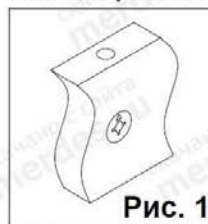

Рис. 1
1. Прикрутить к деталям 1 и 2 с внутренних сторон направляющие (7) в отверстия диаметром 5 мм, при помощи евроинтов (8). Затем к боковине 1 последовательно присоединить детали 3, 5, 2. Крепление производить при помощи евроинтов (2), (6) и шкантов (1). После этого к низу собранной конструкции прикрепить полку нижнюю 4 при помощи шкантов (1) и евроинтов (2). Далее положить конструкцию на стенку заднюю 3 и прикрутить к полке 4 с нижней стороны опоры (14) саморезами (18) из расчета два самореза на одну опору (14). Поставить конструкцию на опоры (14). Далее забить шканты (1) в соответствующие торцевые отверстия боковина 1 и 2 и вставить стяжки-растеск (3) в отверстия диаметром 15 мм расположенные на деталях 1 и 2. (см. рис. 1)
выступающая часть шканта составила примерно 20 мм. Далее вставить стяжки-растеск (3) (см. рис. 1) в отверстия диаметром 15 мм расположенные внизу с внутренней стороны детали 7, и забить шкант в соответствующее нижнее торцевое отверстие боковины 7. Соединить боковину 7 со столешницей 6. Фиксацию стяжек-растеск (3) произвести путем поворота их по часовой стрелке.
находиться сверху. Совместить отверстия на полке 18 с отверстиями деталей 17, 15, 14 зафиксировать полку 13 с использованием евроинтов (2). Далее забить шканты (9) в соответствующие отверстия расположенные на полке 13 так, чтобы выступающая часть шканта (9) составила примерно 20 мм. 5. Вставить стяжку-растеск (3) в отверстие диаметром 15 мм расположенное на стойке 17 (см. рис.1). забить шканты (1) в одно из торцевых отверстий стойки 15, и соединить детали 14, 17, 15 с полкой 13 (надеть эти детали на выступающие части шкантов (9)). Забить шканты (1) в соответствующие верхние торцевые отверстия деталей 17, 14.
Взять стенку заднюю выдвижного ящика и забить в соответствующие отверстия шканты (1). Соединить боковины ящика с задней стенкой. Фиксацию производить при помощи евроинтов (6). Далее положить каркас ящика на заднюю стенку и забить шканты (1) в соответствующие торцевые отверстия на боковинах ящика, и вставить стяжки-растеск (19) (см. рис.1). После этого вставить дно ящика в пазы на каркасе ящика, таким образом, чтобы дно ящика вошло в паз на стенке задней ящика. Далее закрутить в переднюю панель ящика в имеющиеся муфты дюбеля-стяжек-растеск (4). Соединить переднюю панель ящика с каркасом. Фиксацию произвести путем поворота стяжки (19) по часовой стрелке. После этого положить ящик дном вверх и прикрутить ответные планки направляющих (7) к боковинам ящика при помощи саморезов (5). Далее к передней панели прикрепить ручку винтами M4x20, входящих в комплект ручки (при комплектации винтами M4x22 использовать прокладочные шайбы входящие в комплект фурнитуры). Аналогичным образом собрать остальные ящики. При сборке встроенных ящиков используются только шканты (1) и клей ПВА входящий в комплект фурнитуры. Для удобства выдвижения этих ящиков с нижней стороны боковин можно приклеить пластиковые амортизаторы входящие в комплект фурнитуры.